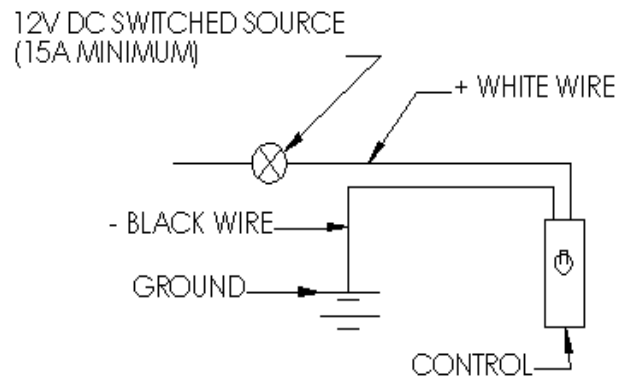

Рисунок 4-7: Предпочтительный метод крепления проводов
**заметка:** Рисунок 4-7 показывает предпочтительный метод крепления и должен использоваться, если это вообще возможно.